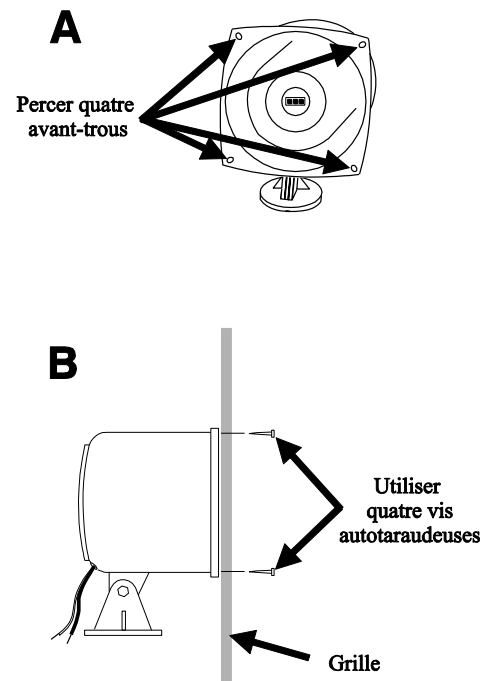

Figure 21. Installation du SP2000A
- Percez quatre avant-trous de 1.8 pouce (3,2 mm) aux endroits indiqués à la Figure 21 A, sur la bride du SP2000A.
- Maintenez le SP2000A affleurant contre l'intérieur de la grille de haut-parleur, avec les quatre avant-trous sur la bride directement sur les quatre trous percés dans la grille de haut-parleur. Depuis l'extérieur de la grille de haut-parleur, vissez les quatre vis autotaraudeuses incluses dans les trous percés dans la grille de haut-parleur et dans chacun des avant-trous de la bride de SP2000A, tel qu'illustré à la Figure 21 B.